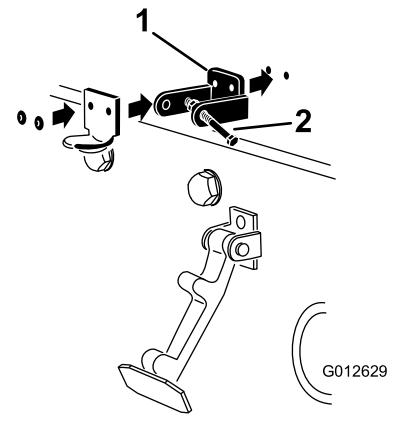

Figure 4
5. Rivez les supports et les rondelles sur le capot (Figure 4).
3. Alignez les trous de montage et positionnez le support de verrouillage CE et le support de loquet du capot sur le capot (Figure 4).